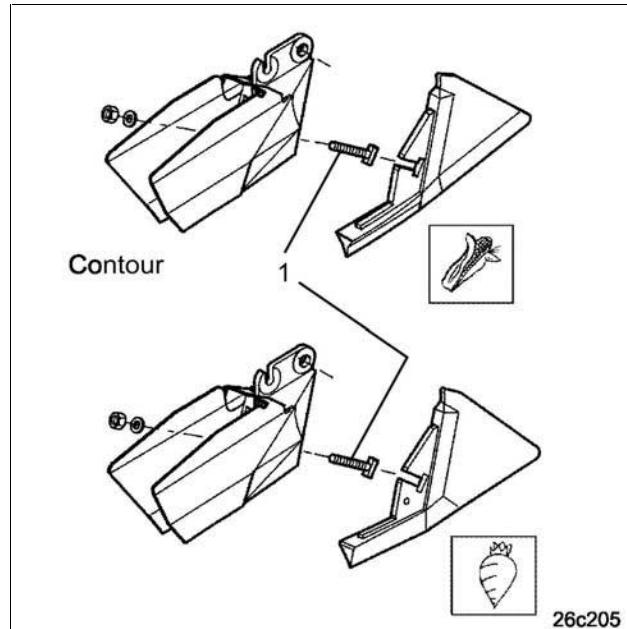

Рис. 199
- Разъедините резьбовое соединение (Рис. 199/1).